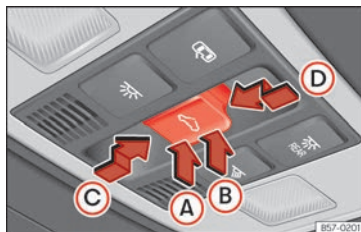

Abb. 63 Im Dachhimmel: Bedienelement für Glasdach.
Der Taster (Abb. 63) hat zwei Stufen. In der ersten Stufe kann das Glasdach ausgestellt sowie ganz oder teilweise geöffnet oder geschlossen werden.
- Innerhalb von etwa 5 Sekunden nach der Aktivierung des Einklemmschutzes, drücken Sie die Taste  (Abb. 63) bis zur zweiten Stufe in Pfeilrichtung  bis das Dach vollständig schließt.